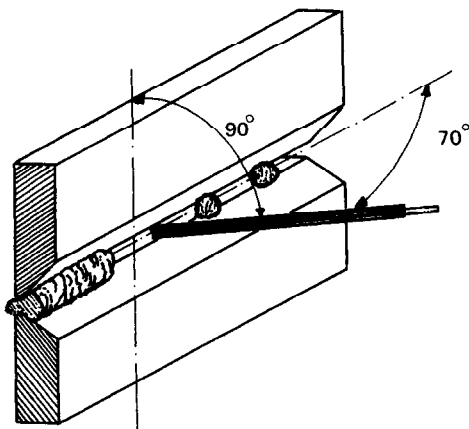

Figura 2.120
- a) Incline el electrodo (Figura 2.120).